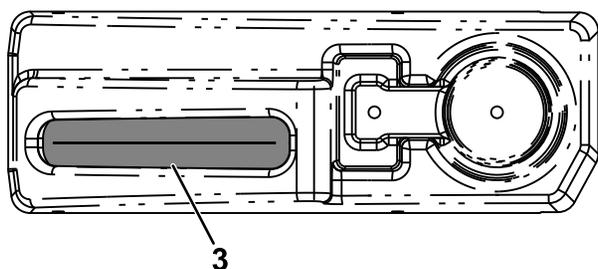
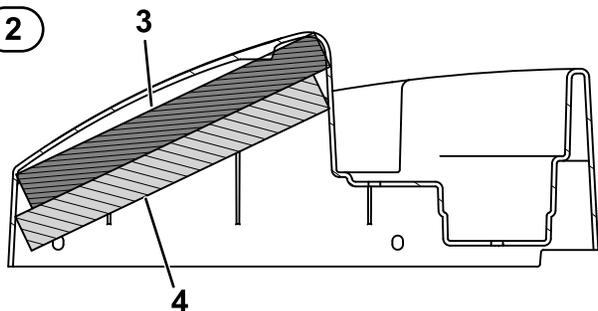

**Figura 15**
Figura 16
5. Retire la película protectora de la parte superior de la espuma superior de la cubierta del freno, e instale la espuma de la cubierta del freno (Figura 15).
La Figura 16 muestra una vista superior y lateral de la espuma instalada en la cubierta.
6. Retire la película protectora del lado inferior de la espuma superior de la cubierta del freno (Figura 15).
7. Instale la espuma inferior de la cubierta del freno sobre la espuma superior de la cubierta del freno (Figura 15 y Figura 16).